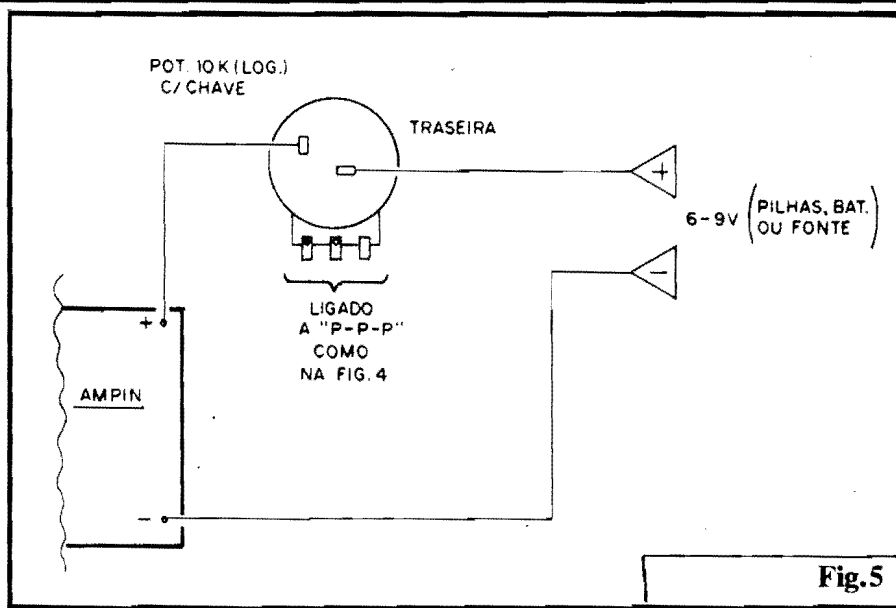

Fig.5
**- FIG. 5 - UTILIZAÇÃO DO POTENCIÔMETRO, PARA "LIGAD-DES-LIGA" DA ALIMENTAÇÃO** - Normalmente, no ramo **positivo** da linha de alimentação do circuito, insere-se um interruptor simples, que permita ligar-desligar o circuito quando se deseje... Entretanto, quem quiser simplificar os controles, poderá - simplesmente - usar como controle de **volume** um potenciômetro do tipo **com chave**... Fazendo-se as conexões conforme ilustra a figura, o mesmo "botão" usado para ajustar o **volume** funcionará, nos "primeiros instantes do seu giro", como chave interruptora geral da alimentação, tornando eventualmente mais confortável a utilização do **AMPLIFINHO** (e até, em